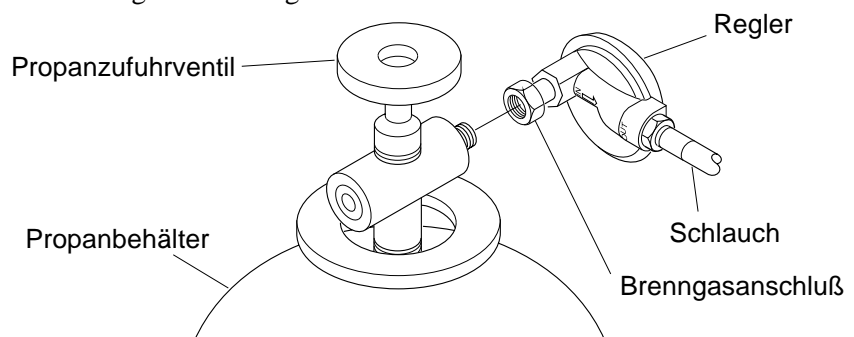

Abbildung 3 - Reglerstellung
2. Den Brenngasanschluß an der Schlauch-/Reglereinheit an den (die) Propanbehälter anschließen. Mit Hilfe eines Schraubenschlüssels fest anziehen. **WICHTIG:** Den Regler so anbringen, daß sich der vom Regler abgehende Schlauch in einer waagerechten Stellung befindet (siehe Abbildung 3). Dadurch wird die Regleröffnung in die richtige Stellung gebracht, durch die sie vor Witterungseinflüssen geschützt ist.